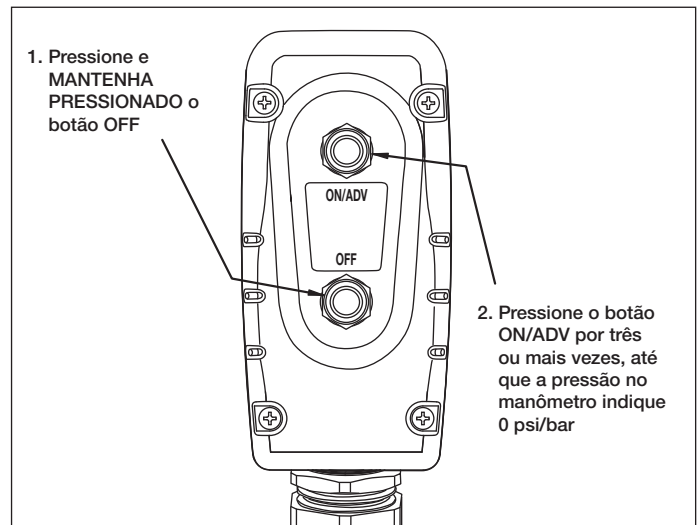

Figura 7, Aliviando a Pressão (usando os botões do controle)
- Pressione e mantenha pressionado o botão “OFF”. Ver Figura 7.
- Enquanto mantém pressionado o botão “OFF”, pressione e libere o botão “ON/ADV” por três ou mais vezes, até que a pressão no manômetro indique zero (0) psi/bar. As mangueiras podem agora ser removidas.